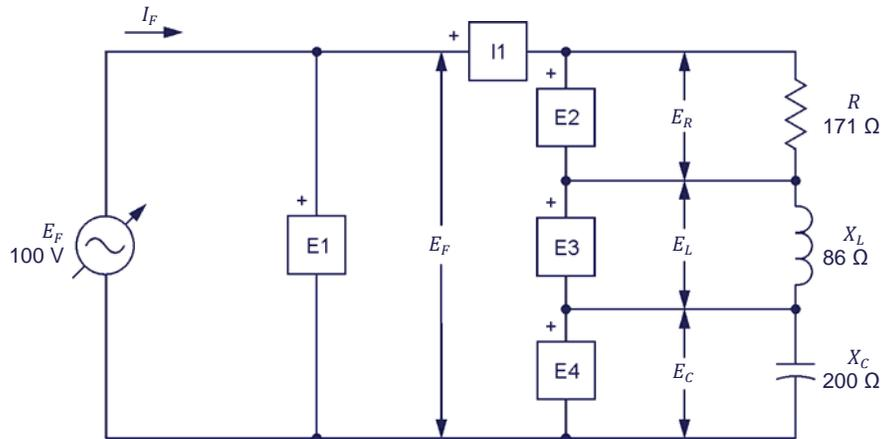

Figura 4-6. Circuito ca serie compuesto por un resistor, un inductor y un condensador y configuración necesaria para el análisis del circuito.
13. Monte el circuito mostrado en la figura 4-6.
14. Resuelva el circuito mostrado en la figura 4-6 utilizando el método de cálculo de impedancia.